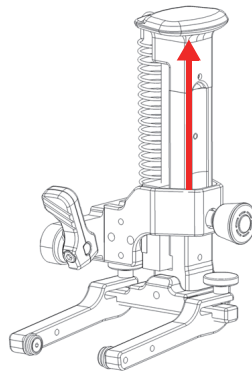

Abbildung 3-4 Schiene in die Verriegelungsposition schieben
9. Um die Installation zu erleichtern, heben Sie die Sensorhalter an, indem Sie die Schiene der federbelasteten Arme nach oben schieben, bis sie die verriegelte Position (Abbildung 3-4 auf Seite 65) erreicht.